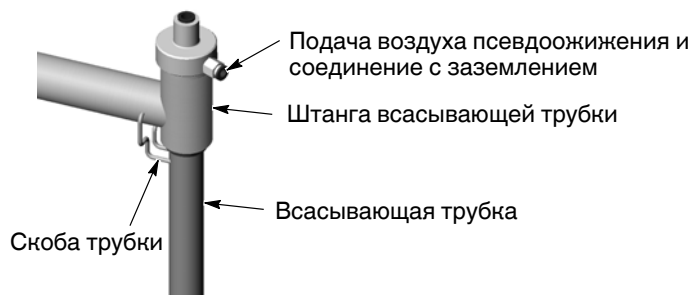

Рис. 4-1 Использование штанги всасывающей трубки
1. См. рис. 4-1. Поднять всасывающую трубку и отвести ее скобу вниз, под конец всасывающей трубки, чтобы зафиксировать трубку в держателе.